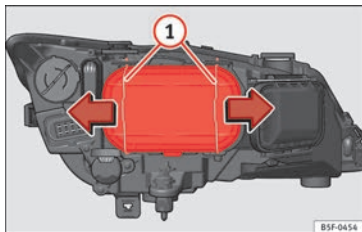

Bild 103 Halvljusstrålkastare.
- För öglorna » **bild 103** ① i pilens riktning och ta bort locket.